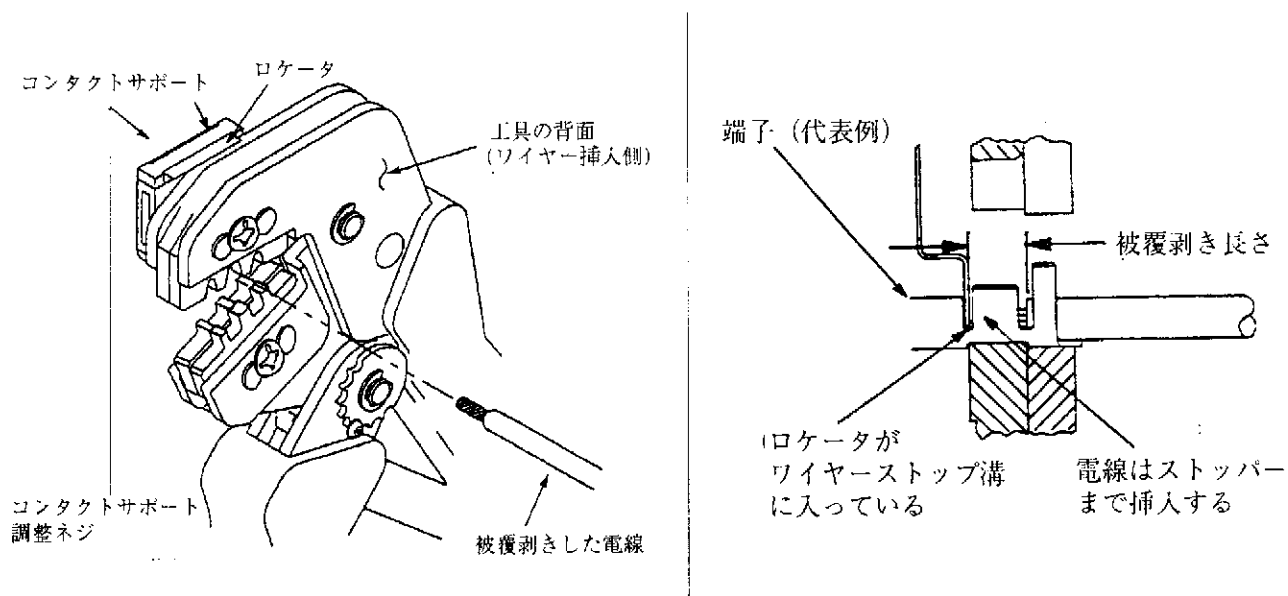

Fig. 3
## 4. コンタクトサポートの調整 (Fig. 3)
Fig. 1 を参照し、使用する電線の電線サイズ、被覆外径を選択して下さい。また、Fig. 1 に示された長さに従って電線を被覆剥き（ストリップ）して下さい。この際電線に傷を付けたり心線を切らないように注意して下さい。適用する端子を選び、工具に刻印されたマークに従って正しい圧着位置を決定します。Fig. 3 を参照し、以下の手順で圧着して下さい。
3. 端子の位置決めをします。勘合側がロケータ側に来て、バレルの”U”字が上を向くようにして端子をアンビレルの上に置きます。Fig. 3 を参照して下さい。ロケータがワイヤバレルの先端に当たるようにします。
- 被覆剥きした電線を端子のバレル部に挿入します。Fig. 3 に示す様にストッパーに当たるまで挿入して下さい。